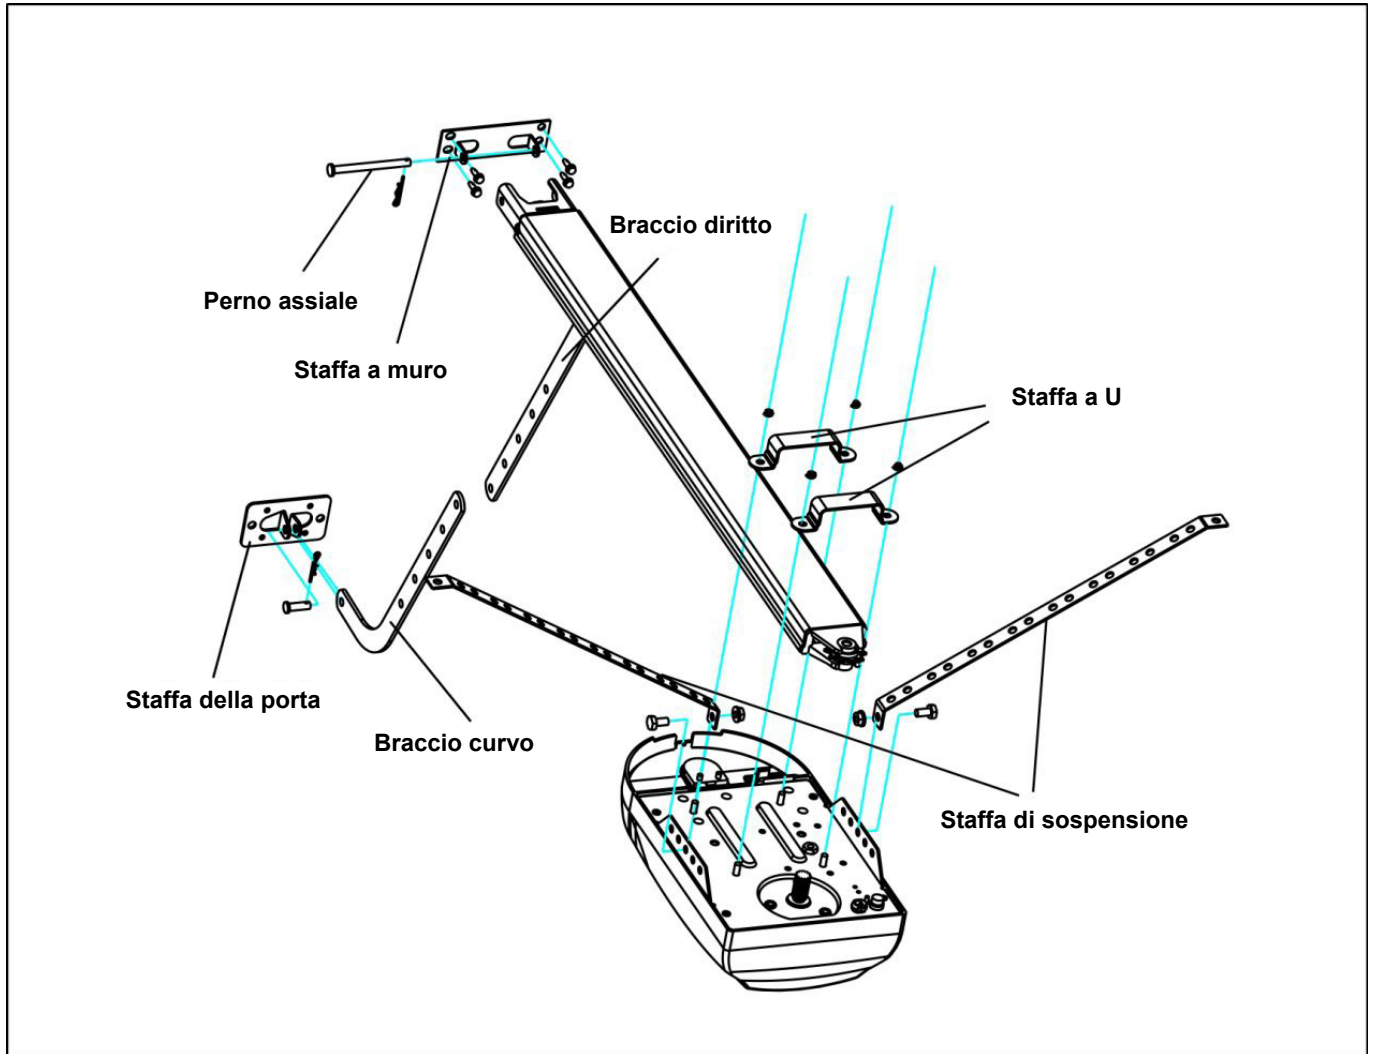

FIG. 4
2. Fissare la guida di acciaio alla staffa a muro con il perno assiale. (Fig. 4)